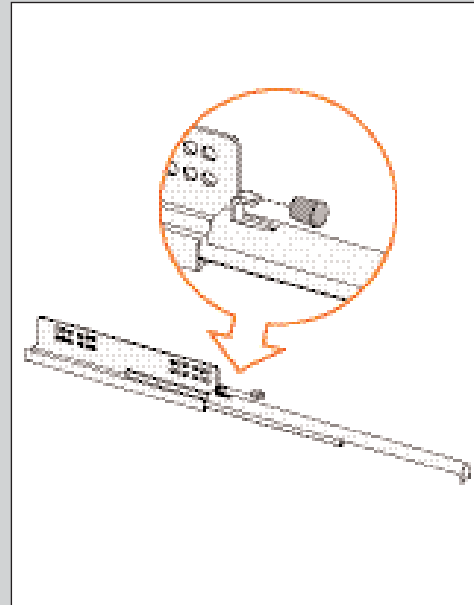

ABBILDUNG 15
1. Schieben Sie das schwarze Hütchen über den Haken an der Rückseite der Schiene (Abb. 15).